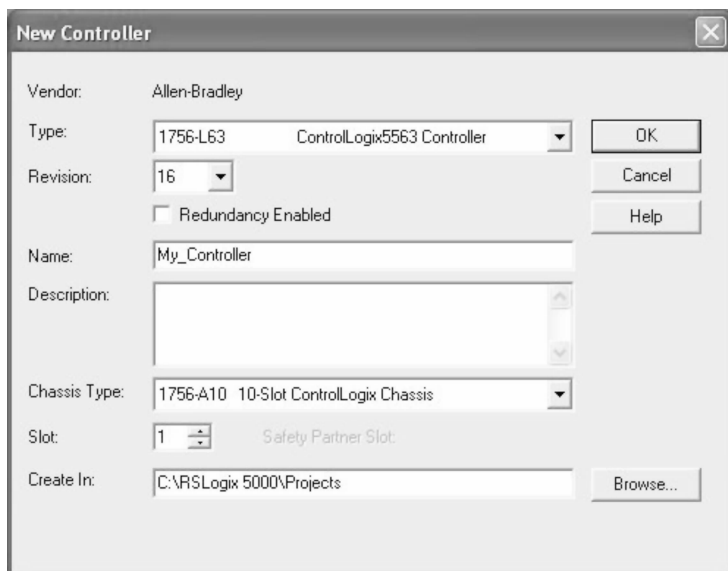

图 25-1 新控制器
2. 创建新项目。选择“文件 > 新建”（File > New）。输入 ControlLogix 演示设备插槽 0 中控制器的类型（例如 1756-L63），并输入如图 25-1 所述的所有其他数据。单击“确定”（OK）。